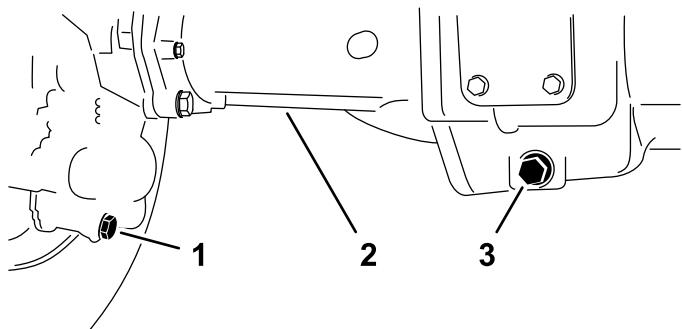

Bild 144
2. Reinigen Sie den Bereich um die drei Ablassschrauben (Bild 144): Je eine an jedem Kegelradgetriebegehäuse (außerhalb der Achsgehäuse) und eine im mittleren Getriebegehäuse.
3. Entfernen Sie die Ablassschrauben (Bild 144) und lassen das Öl in eine Auffangwanne abfließen.